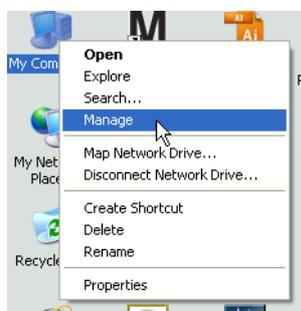

ABB. 53
- a. Klicken Sie mit der rechten Maustaste das Arbeitsplatzsymbol auf dem Desktop an; klicken Sie dann „Verwalten“ (ABB. 53).